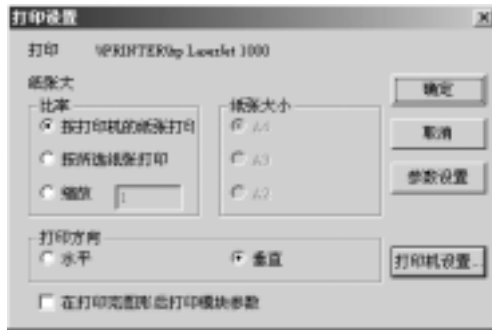

图 4.20 打印文件
2. 出现一个对话框，如图 4.20 所示，按照画面提示设置您的打印要求；